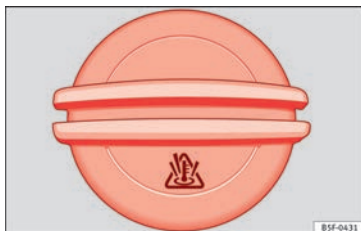

Fig. 169 En el vano motor: Tapón del depósito de expansión del líquido refrigerante.
- El depósito de expansión del líquido refrigerante se reconoce por el símbolo  del tapón » » » fig. 169.